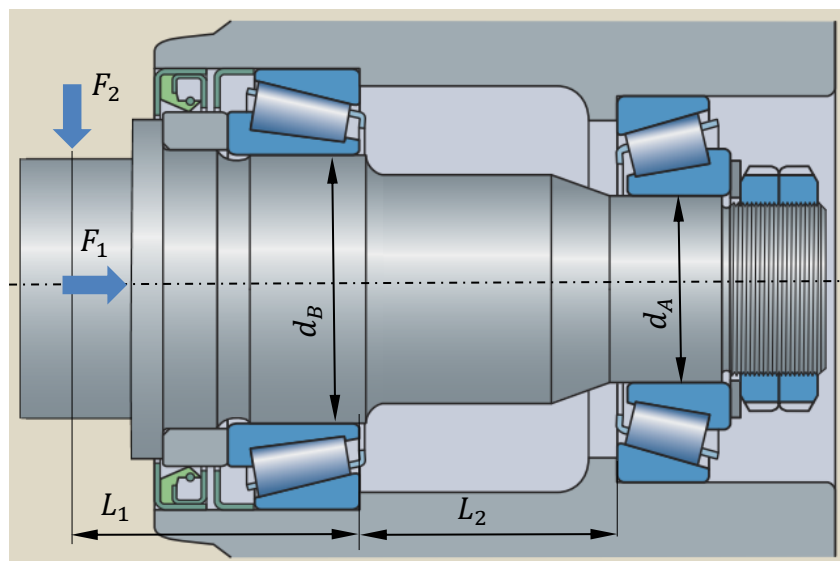

Figura 3.3
3.2.3 O veio da Figura 3.3 está apoiado sobre dois rolamentos de rolos cônicos (A) SKF 32006 X/Q e (B) SKF 32008 X/Q. Utilize os mesmos dados do problema 3.1.1 e calcule também a vida nominal ajustada para a montagem “O” indicada. Compare com os valores obtidos na pergunta 3.2.1.